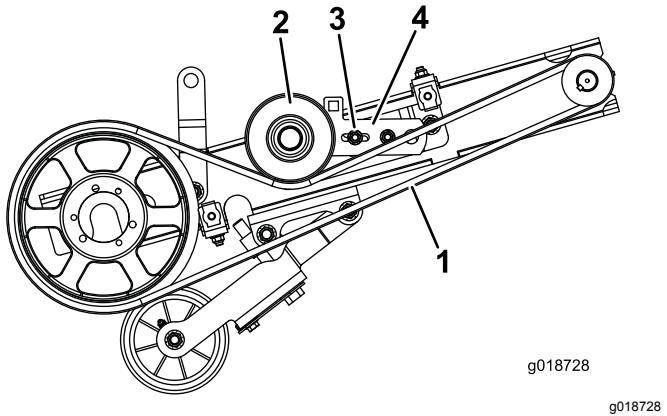

図 24
1. アイドラブーリのブラケットをテンション調整ブラケットに固定しているナットとボルトブラケットのスロットに入っているボルトを外す図 24。
4. 下部ベルトガードとリール駆動ベルトを外す図24。